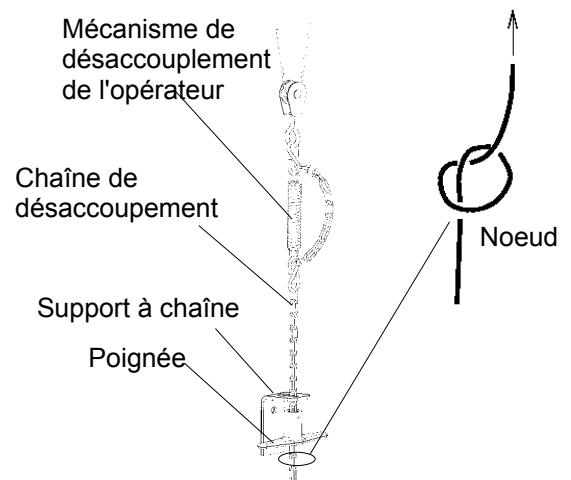

Figure 11 - Chaîne de désaccouplement
1. Lier la chaîne de désaccouplement au crochet localisé à l'extrémité du mécanisme de désaccouplement de l'opérateur, voir Figure 11.